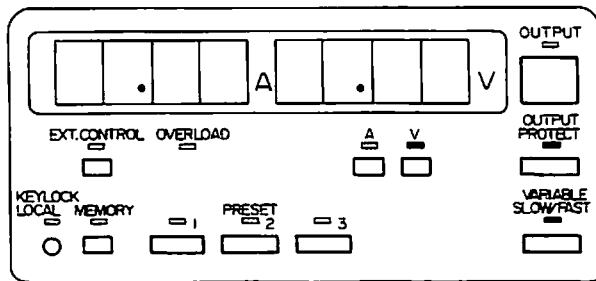

図7
- 1) 図7のようなLEDの点灯および消灯状態にしてください。(必ず、OUTPUT・LEDが消灯していることを確認してください。)
- 3) A・キー⑥を押しA・LEDの点灯を確認します。
- 5) OUTPUT・キー⑫を押すと、+と-の出力端子⑬⑭より設定した出力値が得られます。